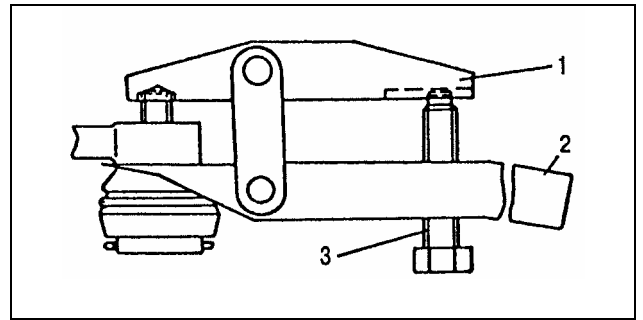

Рис. 8. Выпрессовка пальца шарового шарнира из поворотных рычагов и бобышек тяги сошки съемником:
- используя приспособление (см.рис.8) отсоединить средние шарниры от тяги сошки;